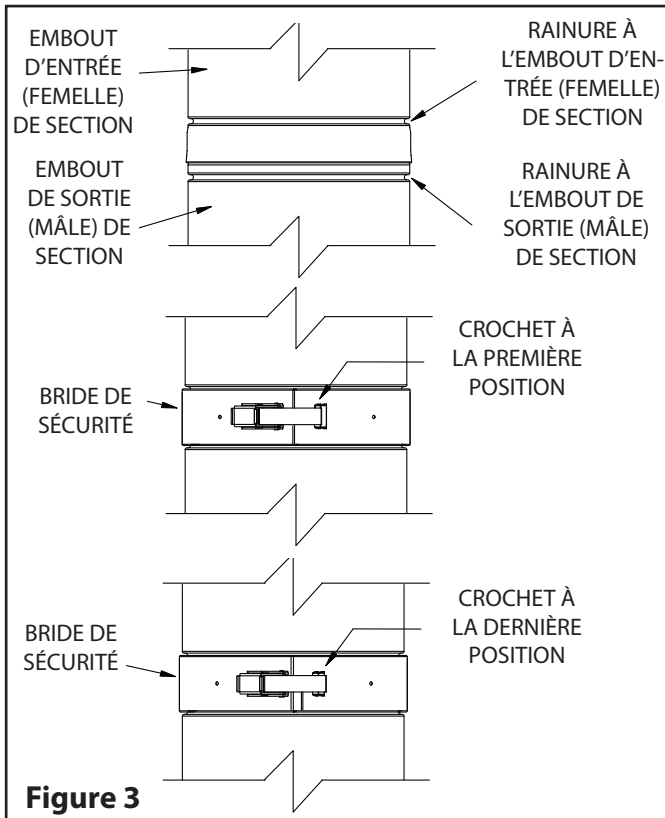

Figure 3
- Doit s'enclencher au crochet à la position la plus éloigné (dernier crochet, **Figure 3**).
- Sécuriser avec trois (3) vis en acier inoxydable #8 x 3/4 po A/AB, en utilisant les trous pré-perçés de chaque côté de la serrure et un autre à l'opposé de la serrure, à travers la bride de sécurité, dans le joint.